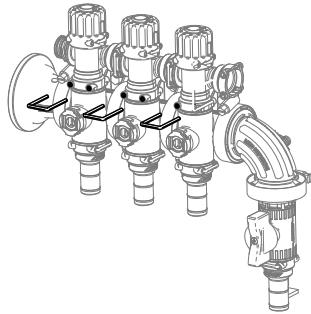

Figura 16
1. Instale o conjunto de válvulas da lança utilizando os retentores anteriormente removidos como se mostra na Figura 16.